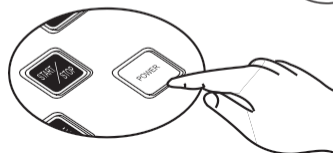

Рис.5
6. Если батарея разряжена индикатор начнет мигать; когда батарея снова будет полностью заряжена индикатор мигать перестанет. (См. Рис. 5)